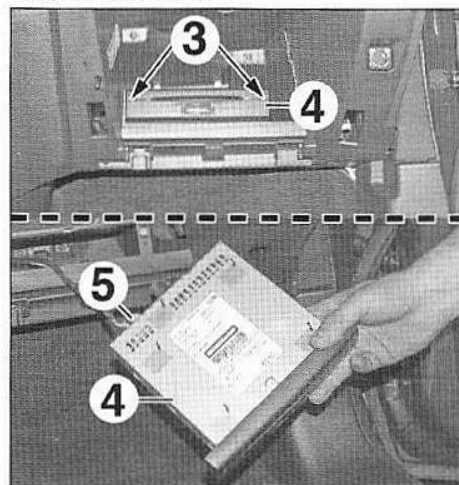

FIG.35
- Déposer les vis (3) (Fig.35).
- Extraire le lecteur CD (4).
- Débrancher le connecteur (5).
- Déposer le lecteur CD (4).